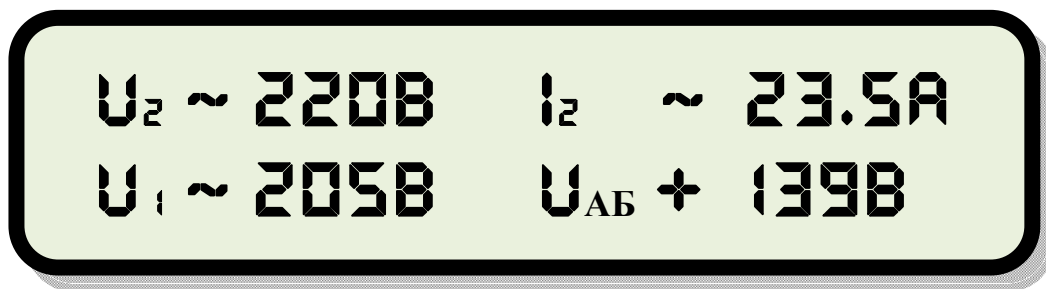
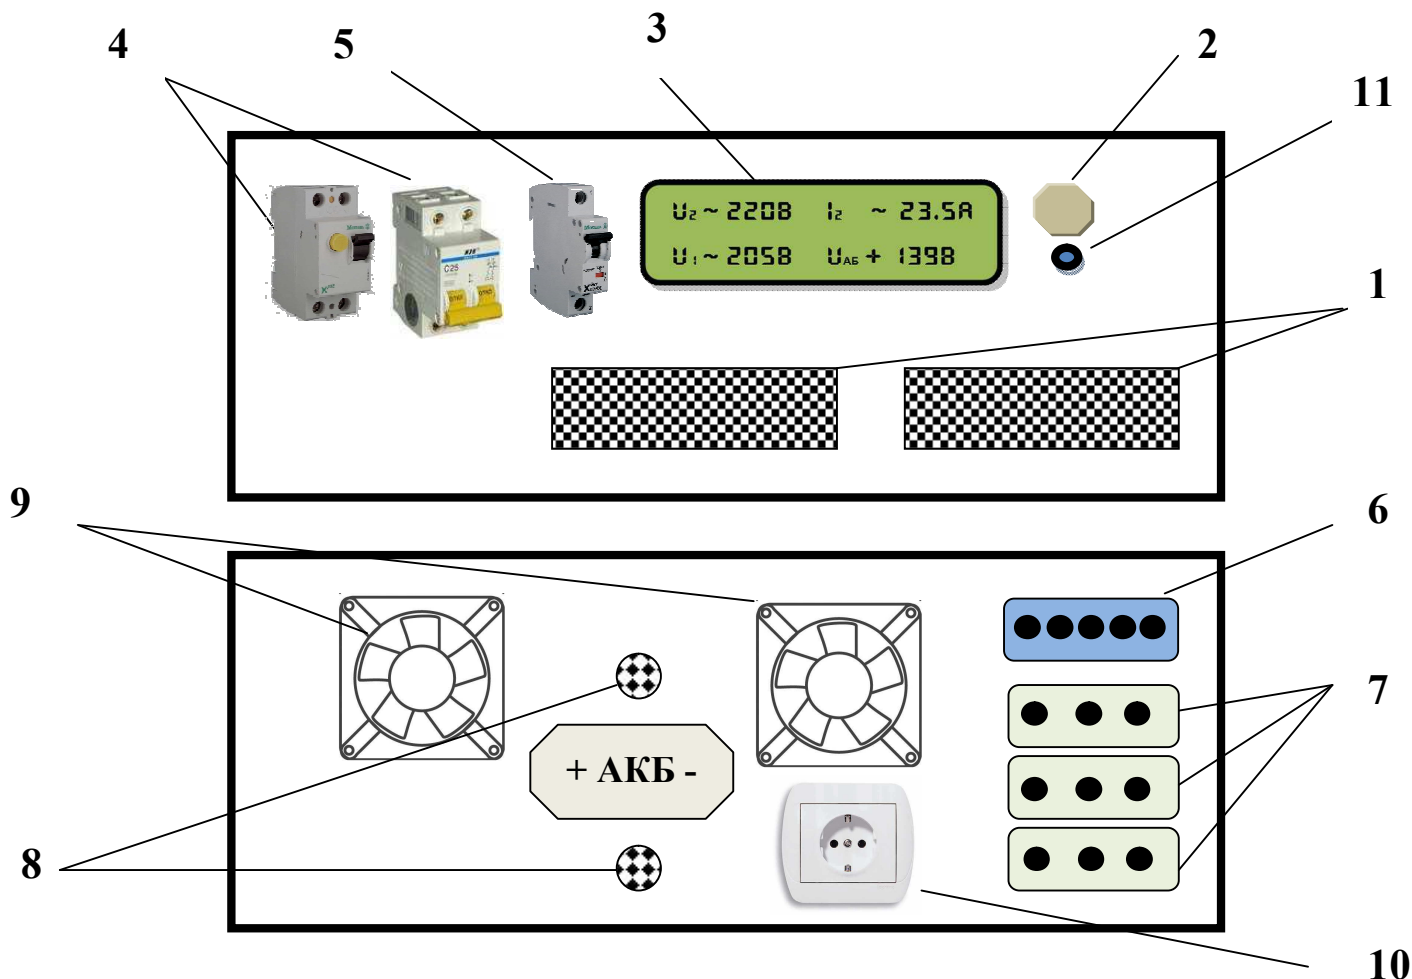

Рис.1. Индикатор на передней панели ИБП, где:
Рис.2. Передняя и задняя панель ИБП, где:
- 7.3. На передней панели прибора (см. рис.2) расположена кнопка управления работой ИБП, индикатор готовности, входной и выходной автоматы, автомат постоянного тока для коммутации аккумуляторных батарей, воздухозаборные отверстия, а также большой жидкокристаллический дисплей (см.рис.1).
- 7.1. На задней панели прибора (см. рис. 2) расположены:
- 9.5. Подключите источник постоянного тока 120В путем включения автомата постоянного тока (DC типа) на передней панели ИБП (см. рис.2). ИБП автоматически начнет контролировать состояние аккумуляторных батарей и начнет и заряд или перейдет в режим поддержания аккумуляторных батарей в заряженном состоянии.
- 10.2. Подключите источник постоянного тока 120В путем включения автомата постоянного тока (DC типа) на передней панели ИБП (см. рис.2).
- 13.2. Для подключения проверочной нагрузки используйте розетку на задней панели ИБП (см. рис. 2). В качестве проверочной нагрузки используйте любую активную нагрузку мощностью до 2 кВа (1,2 кВт), к примеру, лампы накаливания. К клеммным колодкам (см. рис. 2), отвечающим за подключения нагрузки, ничего не подключайте. Все автоматы должны находиться в положении ВЫКЛ.
- 13.7. Нажмите кнопку запуска ИБП на передней панели (см. рис. 2).